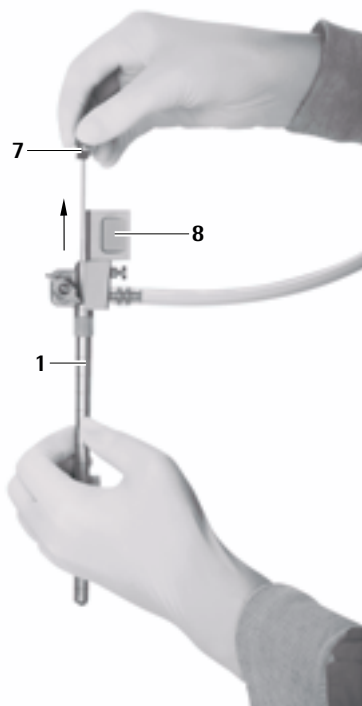

Fig. 9
- Estrarre l'otturatore per canale di lavoro ovale 7 attentamente dal trocar MINOP inVent 1, vedere Fig. 9.